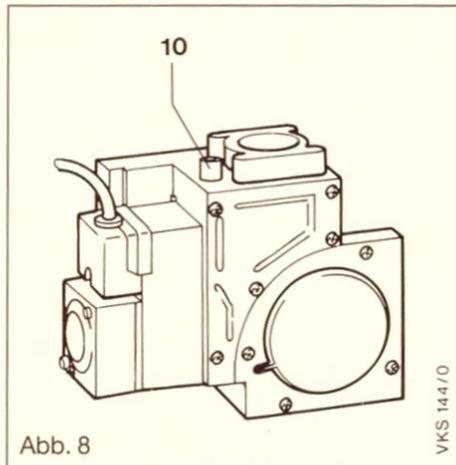

Abb. 8
- Verschlußschraube im Anschlußdruck-Meßstutzen (10 in Abb. 8 und Abb. 1) lösen.